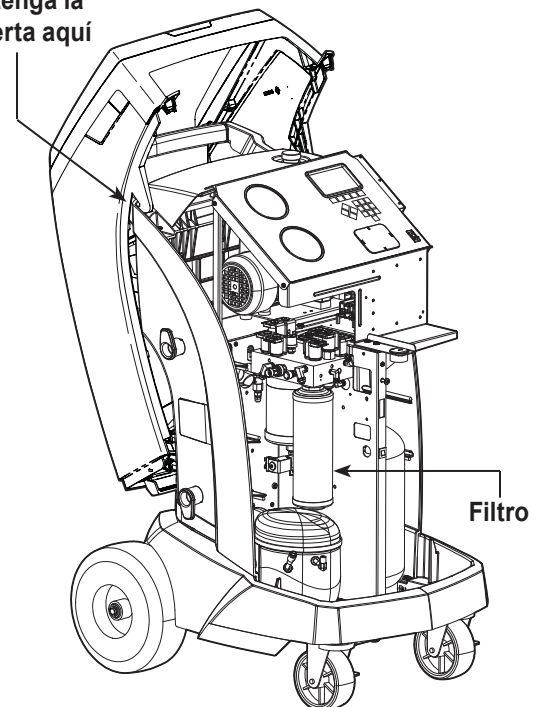

Figura 8
3. Sostenga la cubierta en la parte posterior de la máquina como se muestra en la Figura 8.
6. Instale el nuevo filtro enroscándolo hacia la derecha. Verifique que el filtro esté colocado correctamente, como se muestra en la Figura 8. Apriete el filtro a 20 Nm.
4. Cuelgue la cubierta en la parte posterior de la máquina como se muestra en la Figura 8.